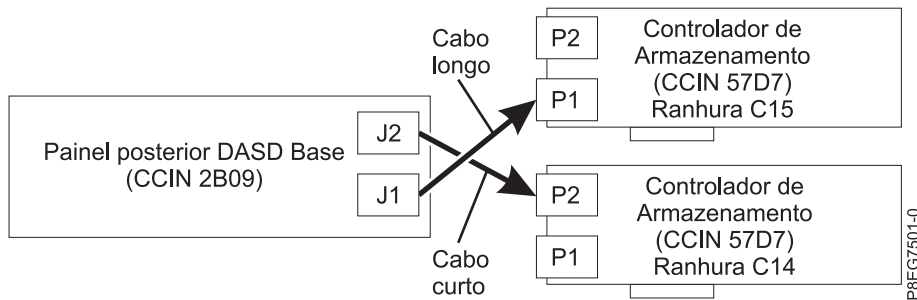

Figura 17. Voltar a ligar o cabo SAS numa configuração de disco dividido
- Se tiver dois adaptadores internos PCIe3 x8 SAS RAID (CCIN 57D7) (componente de disco dividido), o cabo SAS curto liga o conector (J2) do painel posterior da unidade de disco superior ao conector P2 do adaptador na ranhura P1-C14. O cabo SAS comprido liga o conector (J1) do painel posterior da unidade de disco inferior ao conector P1 do adaptador na ranhura P1-C15. Consulte Figura 17 na página 18.